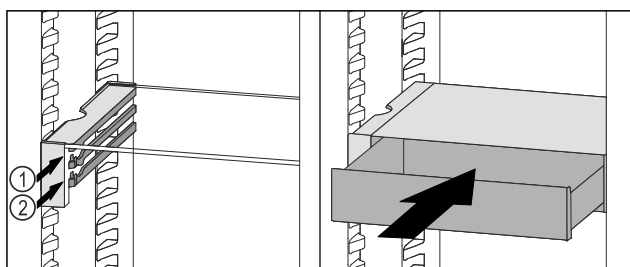

Fig. 85
- ▶ Sæt VarioSafe-skuffen ind bag stoppene på den ønskede ribbe Fig. 85 (1) eller Fig. 85 (2).